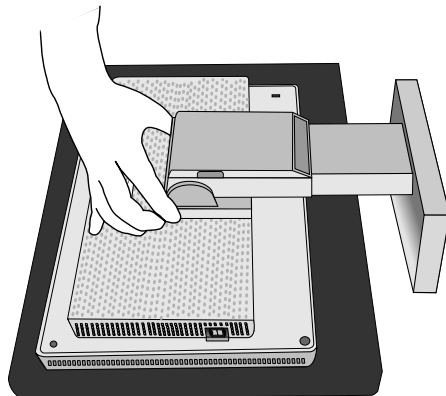
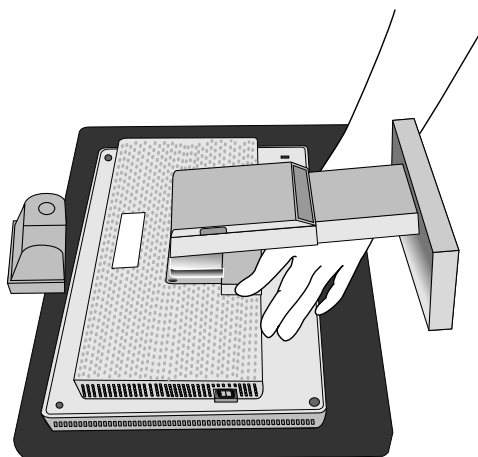

Рисунок R.1
Рисунок R.2
4. Снимите крышку шарнира (**Рисунок R.1 и Рисунок R.2**).